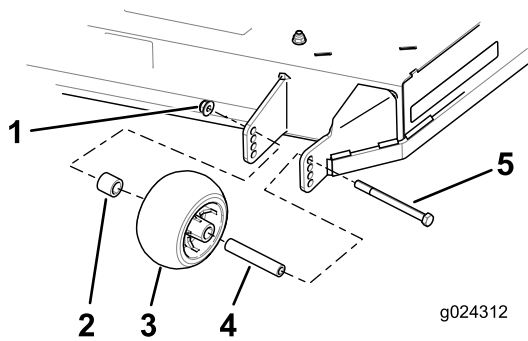

Figura 23
3. Retire la tuerca con arandela prensada, el rodillo protector de césped y el perno de la abrazadera (**Figura 23**).
4. Alinee el perno y el rodillo protector del césped con el taladro del soporte que corresponda a la posición de altura de corte más próxima (Figura 23).
5. Introduzca el perno en el taladro del soporte y sujete el perno y el rodillo protector del césped con la tuerca con arandela prensada (Figura 23).